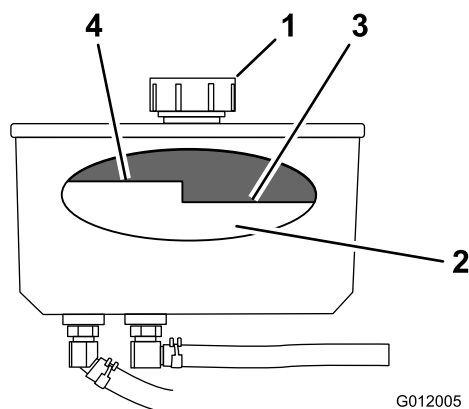

Figura 80
4. Limpie alrededor del cuello de llenado y el tapón del depósito de aceite hidráulico (Figura 80).
5. Retire el tapón del cuello de llenado. Mire dentro para comprobar el nivel de aceite en el depósito (Figura 80).
Nota: El nivel de aceite debe estar por debajo del nivel caliente del tabique cuando el aceite está caliente (Figura 80).